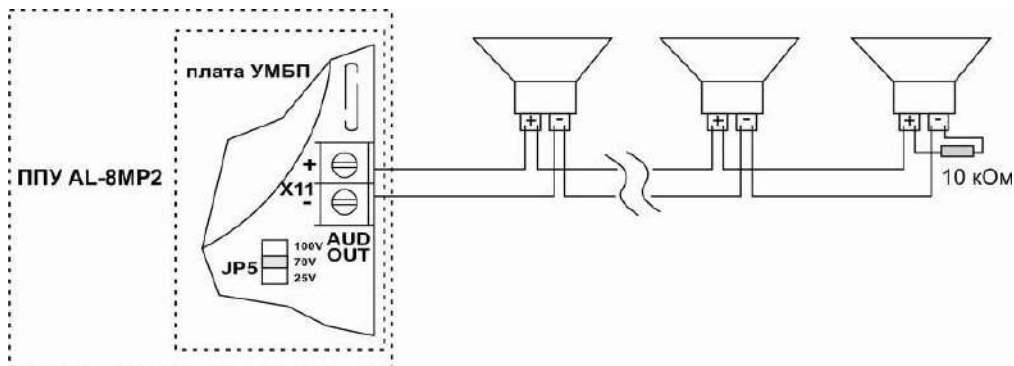

Рис.29
**Пример 1:** На рис. 29 показан пример подключения линии связи с оповещателями.